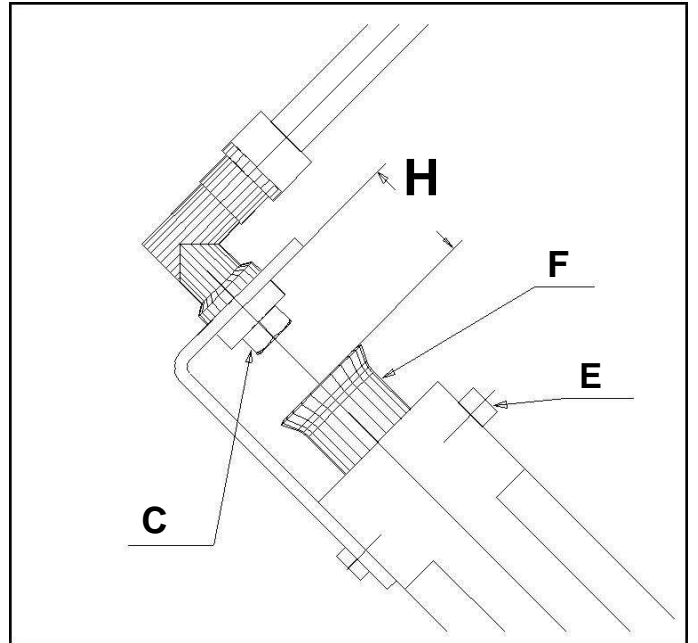

Рис. 2
3.2 РЕГУЛИРОВАНИЕ ПЕРВИЧНОГО ВОЗДУХА (РИС. 2)
4.1 ЗАМЕНА ФОРСУНКИ ГЛАВНОЙ ГОРЕЛКИ (РИС. 2)
4.2 РЕГУЛИРОВАНИЕ ПЕРВИЧНОГО ВОЗДУХА (РИС. 2)